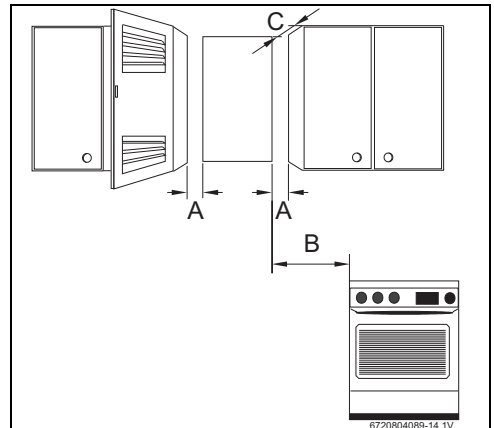

Fig. 10 Distâncias mínimas
- ▶ Respeitar as medidas mínimas de instalação indicadas na Fig. 10.
- ▶ Assegurar o bom acesso nos trabalhos de manutenção, respeitando as distâncias mínimas indicadas na Fig. 10.